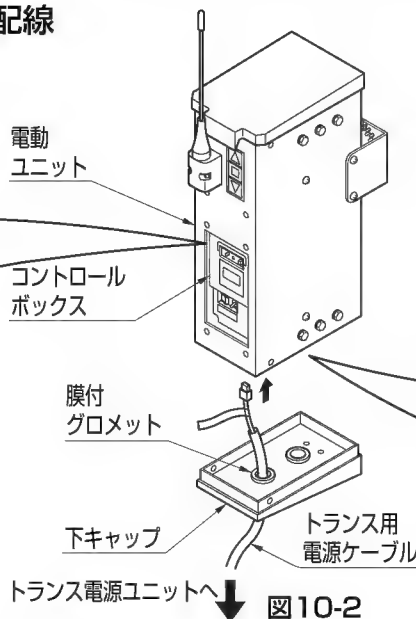

図10-2
- ②下キャップをはずし、膜付グロメットにカッター等で切れ目を入れてください。(図10-2参照)